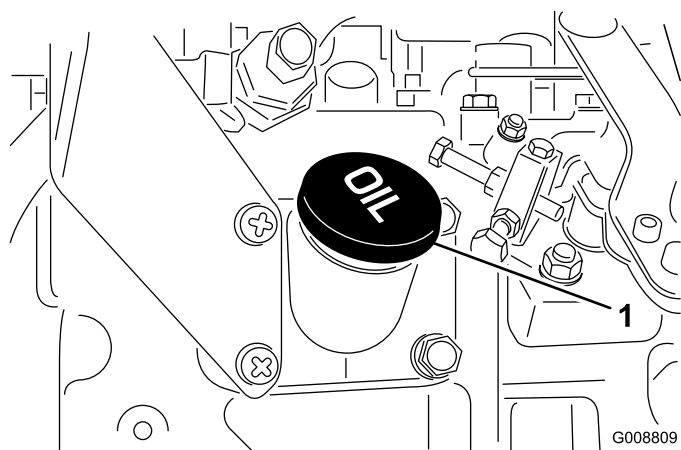

Figura 13
4. Si el nivel de aceite está por debajo del intervalo seguro, retire el tapón de llenado (Figura 13) y añada aceite hasta que el nivel llegue a la marca FULL. **No llene demasiado.**